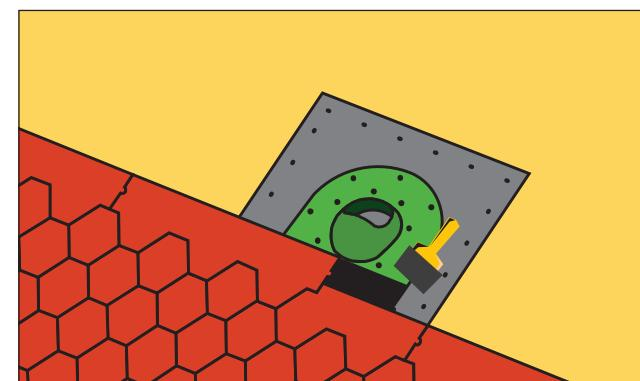

Рис. 22
- поверхность фланца покрывают kleem KATEPAL K-36 и наклеивают рядовую черепицу (рис. 22);